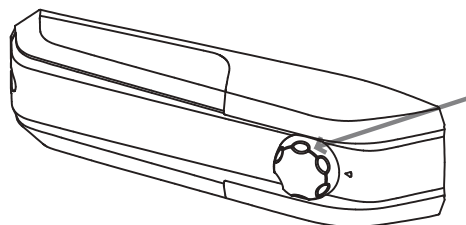

Fig. 1
• La unidad de termostato para el control del aparato se encuentra ubicado en el interior del compartimento frigorífico (Fig. 1).